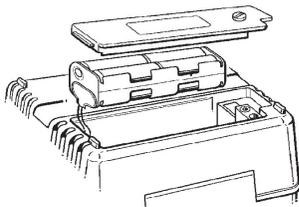

Figura 12
- a) Utilizzando un cacciavite, rimuovere la vite dal coperchio del vano batterie posto sul retro dello strumento (Figura 12 sopra). Rimuovere il coperchio. Conservare la vite e il coperchio.